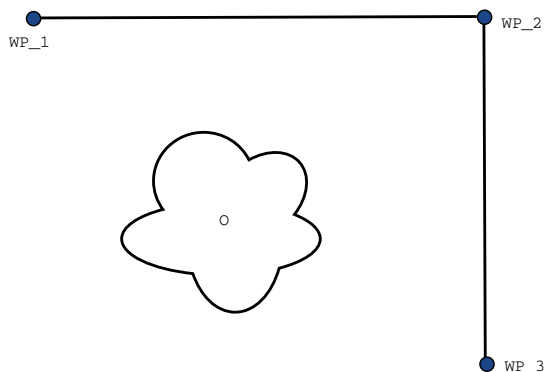

Abbildung 14.2: WP_1: Ausgangsstellung, WP_2: Zwischenziel, WP_3: Aufnahmeposition, O: Hindernis.
Beispiel Betrachten wir beispielsweise eine Pick-and-Place-Anwendung (siehe Abbildung 14.2), bei der sich der Roboter aktuell am Wegpunkt 1 (WP_1) befindet und ein Objekt am Wegpunkt 3 greifen (WP_3) soll. Um Kollisionen mit dem Objekt und anderen Hindernissen (O) zu vermeiden, muss sich der Roboter WP_3 aus der Richtung von Wegpunkt 2 kommend (WP_2) nähern. Es werden also drei Wegpunkte für die Bahn einbezogen, um die Anforderungen zu erfüllen.